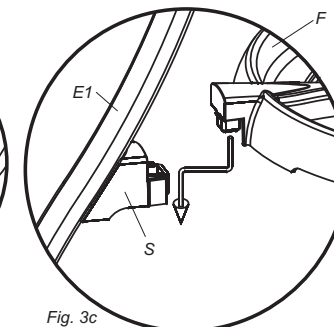

Fig. 3c
- Zet de Bak voor Bijkomstigheden (F) vast met de drie uitstekende pennen die in de Passtukken voor de Bak (S, Fig.3c) passen.